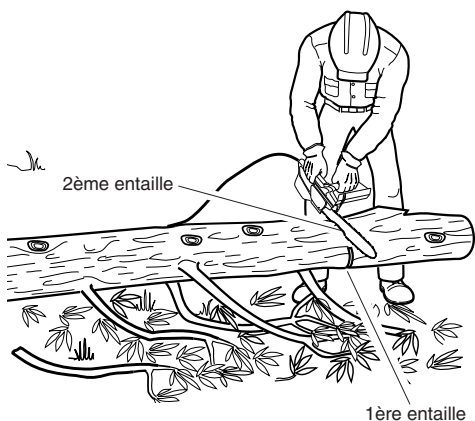

Figure 16 - Tronçonnage d'une bille soutenue à une extrémité
1. Faire la première entaille sur le dessous de la bille. (voir la Figure 16.) Pour ce faire, utiliser le haut de la guide-chaîne. Scier sur le tiers du diamètre de la bille. Cette entaille permet d'éviter la production d'éclats de bois.